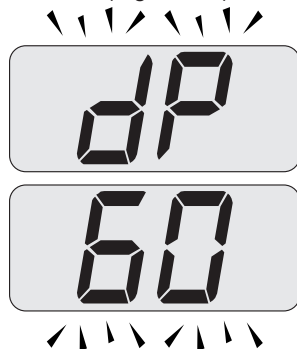

Figura 7.6
- Premere 3 volte il tasto 17 fino a far apparire sul display LCD le lettere **dP** (spazzacamino attivo in massimo sanitario) che si alternano con il valore di temperatura dell'acqua di riscaldamento (es.**60**), indicanti l'entrata nell'attivazione della "funzione spazzacamino" alla potenza massima in sanitario (Figura 7.6).